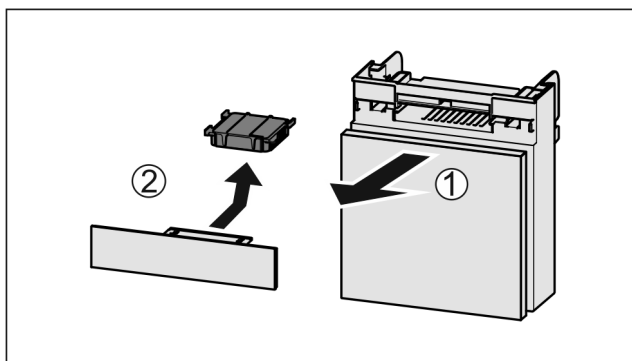

Fig. 115
- Потягніть Fig. 115 (1) відділення вперед.
- Витягнути Fig. 115 (2) фільтр з активованого вугілля.